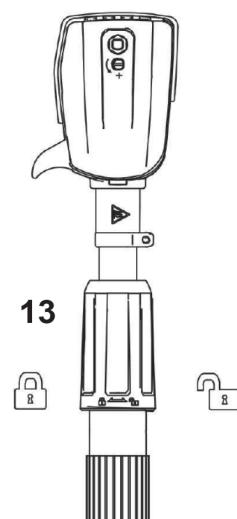

Рис. 26
Для этого открутите против часовой стрелки втулку-фиксатор вылета телескопической штанги 13 (рис. 26). Выдвиньте штангу на необходимую длину и зафиксируйте втулку0фиксатор (13) по часовой стрелке.